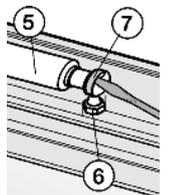

Fig. 5
- ▶ Retirer l'amortisseur Fig. 5 (5) du tourillon Fig. 5 (6). Pour desserrer le crapaud élastique Fig. 5 (7) soulever le ressort prudemment avec un tournevis.
- ▶ Repositionner le tourillon *Fig. 5 (6)*.